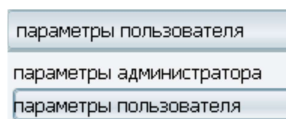

Рис. 74
Все настройки редактируются в двух режимах (4): *Параметры администратора* и *Параметры пользователя*. Выбрать один из режимов можно в раскрывающемся списке (рис. 74). Настройки, сделанные в режиме параметров администратора, не могут быть изменены в режиме параметров пользователя. В этом режиме администратор программы может, например, скрыть отображение определенных автомобилей или устройств для отдельных пользователей.